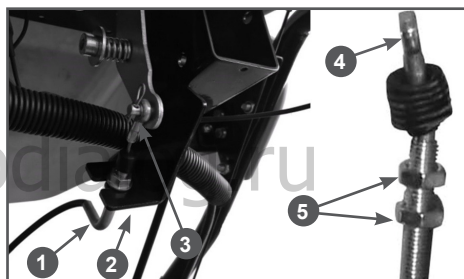

Рис. 11 Установка троса управления дефлектором
11. Подключите трос управления дефлектором к рычагу управления дефлектором. Смажьте наконечник троса 4 и ось 3 рычага управления дефлектором многоцелевой консистентной смазкой CHAMPION EP-0. Установите наконечник троса 4 на ось 3 рычага управления дефлектором и закрепите его шплинтом (Рис. 11). Вставьте оболочку троса в кронштейн 2 панели и затяните гайки 5 (Рис. 11). Проверьте управление дефлектором. При перемещении рычага управления дефлектором назад до упора дефлектор должен полностью открываться. При необходимости, с помощью гаек 5 произведите регулировку троса.